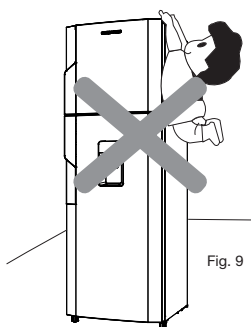

Fig. 9
- No permita que los niños se cuelguen en la puerta del refrigerador, pueden descuadrarla y afectar el sello de la puerta y generar un mal desempeño del refrigerador. Cuando esté funcionando el refrigerador, no se debe permitir a los niños estar cerca de él sin ser vigilados; podrían resultar heridos o dañar el aparato. Ver Fig. 9